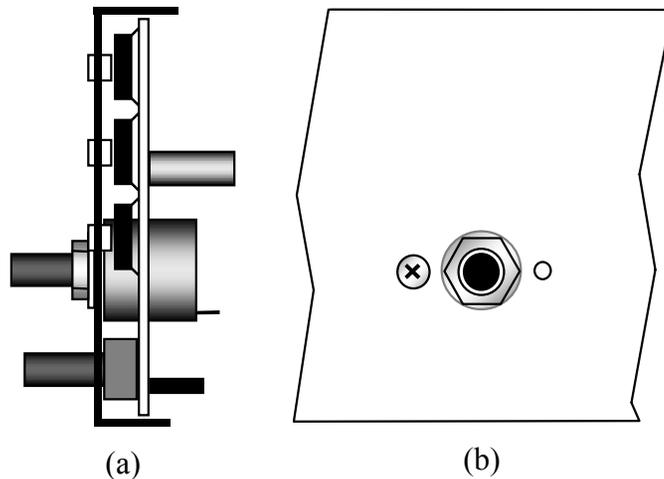

Figura 5-18
- Quite el herraje del eje del codificador Z1 y deshágase de la arandela de seguridad, que no será utilizada. Inserte el codificador a través del agujero de la placa del panel frontal (Figura 5-18 [a]).
Asegure el codificador en el interior del panel frontal usando la tuerca y la arandela plana únicamente, sin apretar en demasía. Vea la vista lateral (a) y la frontal (b) en la Figura 5-18. La pestaña de metal situada cerca del eje del codificador marca su posición de instalación. (Nota: el encapsulado del codificador es de metal, no de plástico.)